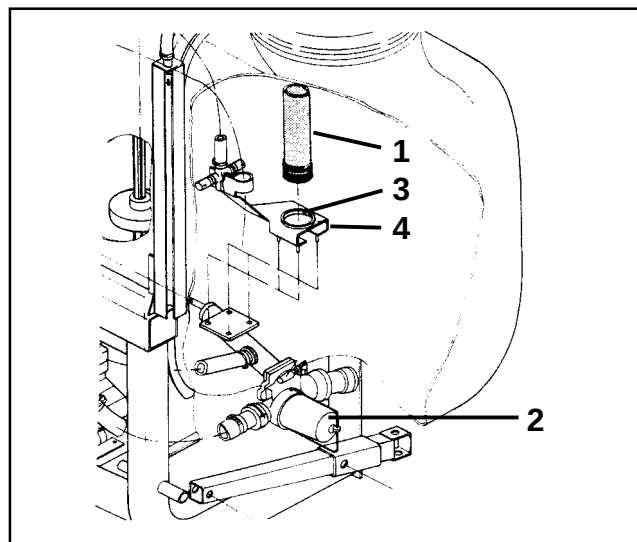

Fig. 10.3
Vi anbefaler kvælstoffilteret (fig. 10.3/1), så der ikke kommer gødningsklumper i sugeområdet under påfyldningen, da disse kan tilstoppe filterhanen (10.3/2).
- Proppen skrues af åbningen (fig. 10.3/ 3) i beholdersumpen.
- Kvælstoffilteret skrues i åbningen (fig. 10.3/4).